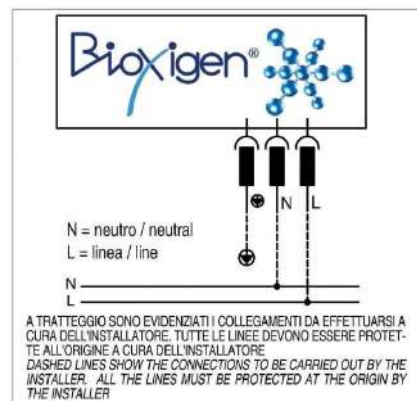

Fig.33
L'alimentazione elettrica viene portata all'apparecchio BIOXIGEN® tramite il collegamento della presa a 3 poli data in dotazione (Fig. 33).
*The power supply is brought to the BIOXIGEN® device by connecting the supplied 3-pole socket (Fig.33).*